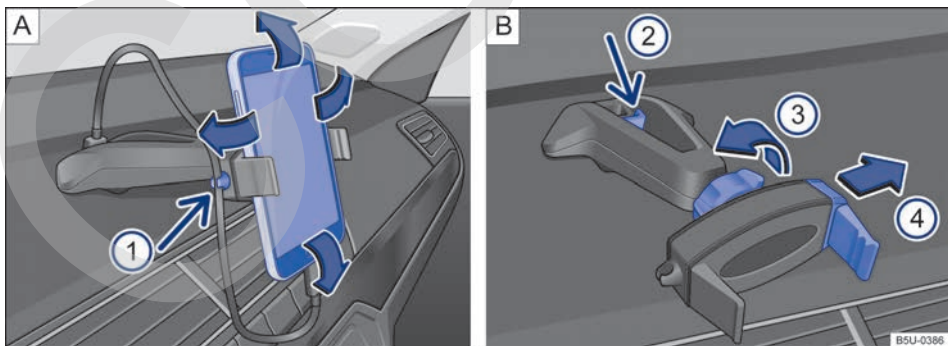

Fig. 144 En la consola central: soporte para smartphone y ajustes.
- Sujetar el soporte con una mano y presionar la tecla de desbloqueo → fig. 144 (flecha).
- Con la varilla → fig. 144 mover en la dirección de la flecha, e instalar el smartphone en el alojamiento.
- Con la otra mano mover la varilla → fig. 144 hasta que se pueda retirar el aparato del alojamiento.
- Colocar el cable USB en la entrada cargador USB del soporte existente en el panel de instrumentos → fig. 144 .
- Sujetar el cable en el soporte → fig. 144 .
- Para liberar el movimiento del soporte, girar la traba → fig. 144 en la dirección opuesta de la flecha.
- Para fijar la posición, girar la traba en el sentido de la flecha → fig. 144 hasta la fijación completa del soporte.
El soporte para smartphone tiene una garantía de 3 años, con excepción de la varilla deslizante (garra) → fig. 144  que tiene garantía de 1 año. <